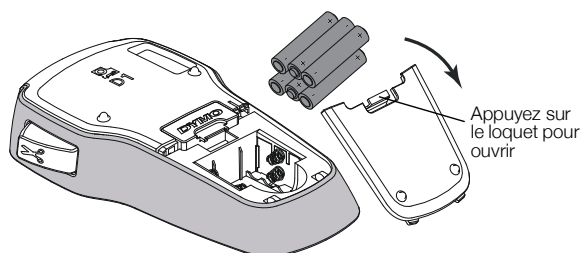

Figure 2
- 1 Appuyez sur le loquet à pousier à l'arrière de l'étiqueteuse pour enlever le couvercle du compartiment à piles. Voir la Figure 2.